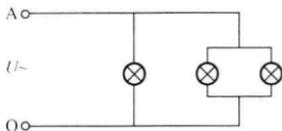

图 A-1
La5A1002 判断图 A-1 所示灯泡连接方式是 (B)。